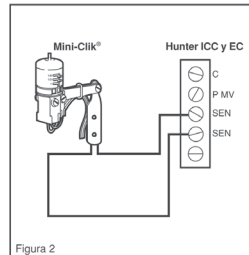

Figura 2
3. Conecte um cabo ao terminal "SEN" e o outro cabo no outro terminal "SEN" (veja Figura 2).